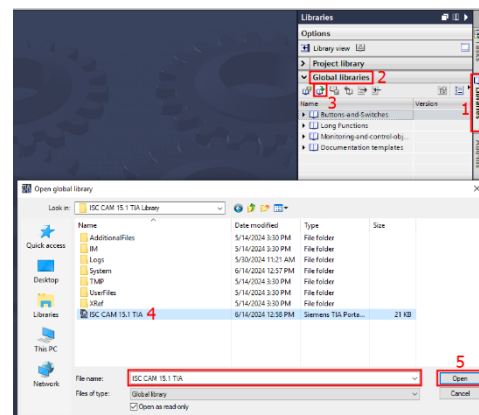

Figure 14: Adding Global Library to TIA Portal Project
29. 选择右手列项目库 Libraries，图14。
30. 选择“全球库”，图14。
31. 点击“打开全球库”按钮，图14。
“TIA LIBRARY_15.1_ISC_CAM_v2”并点击“打开”，图14。